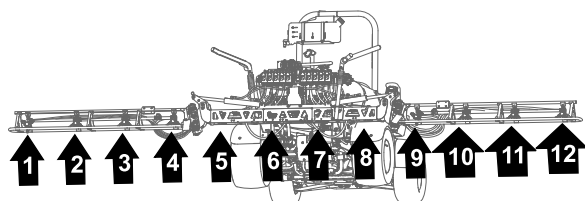
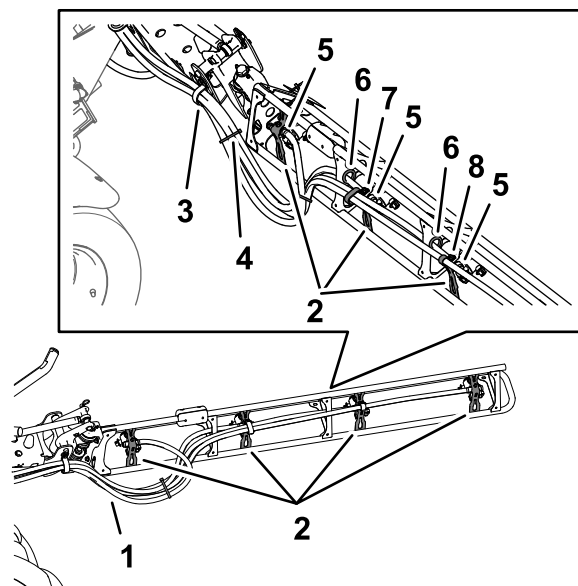

图127
图128
1. 将喷嘴 1、2、3 和 4 的软管穿过中间喷洒段的左外侧端的 R 形夹 图127 和 图128。
2. 将喷嘴 7、8、9 和 10 的软管穿过中间喷洒段的右外侧端的 R 形夹 图127 和 图128。
3. 如 图127 和 图128 所示将 279cm 供水软管和宝塔软管柄 3/4 英寸沿喷洒段连接至喷嘴 1 和 10。
4. 如 图127 和 图128 所示将 234cm 供水软管和宝塔软管柄 3/4 英寸沿喷洒段连接至喷嘴 2 和 9。
5. 如 图127 和 图128 所示将 188cm 供水软管和宝塔软管柄 3/4 英寸沿喷洒段连接至喷嘴 3 和 8。
6. 如 图127 和 图128 所示将 188cm 供水软管和宝塔软管柄 3/4 英寸沿喷洒段连接至喷嘴 4 和 7。
7. 如 图128 所示用扎带把 4 个喷嘴软管扎在一起。